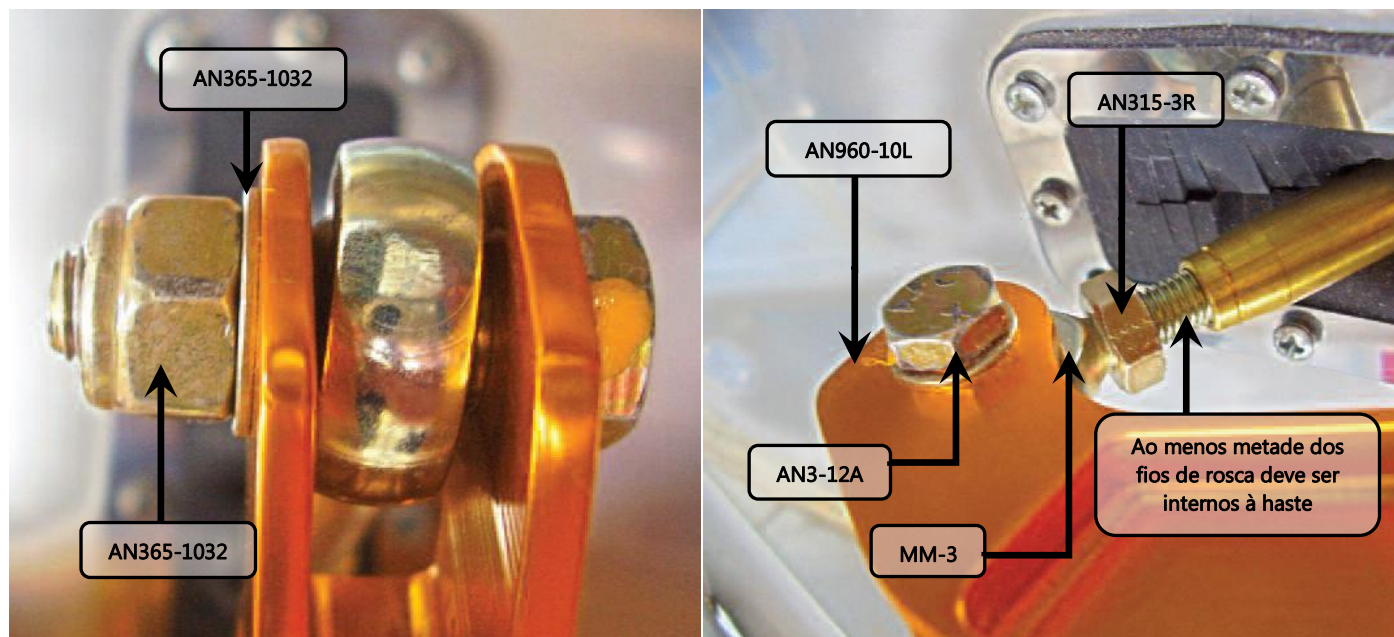

Figura 32.20.3 - Rotula externa do trem de pouso
3. Remover o parafuso que liga a rotula (situada a frente da parede de fogo, externo a fuselagem) ao guinhol de comando da bequilha, ver figura 32.20.3. Utilizar chave combinada de 3/8" e uma catraca com cachimbo de mesmo tamanho.